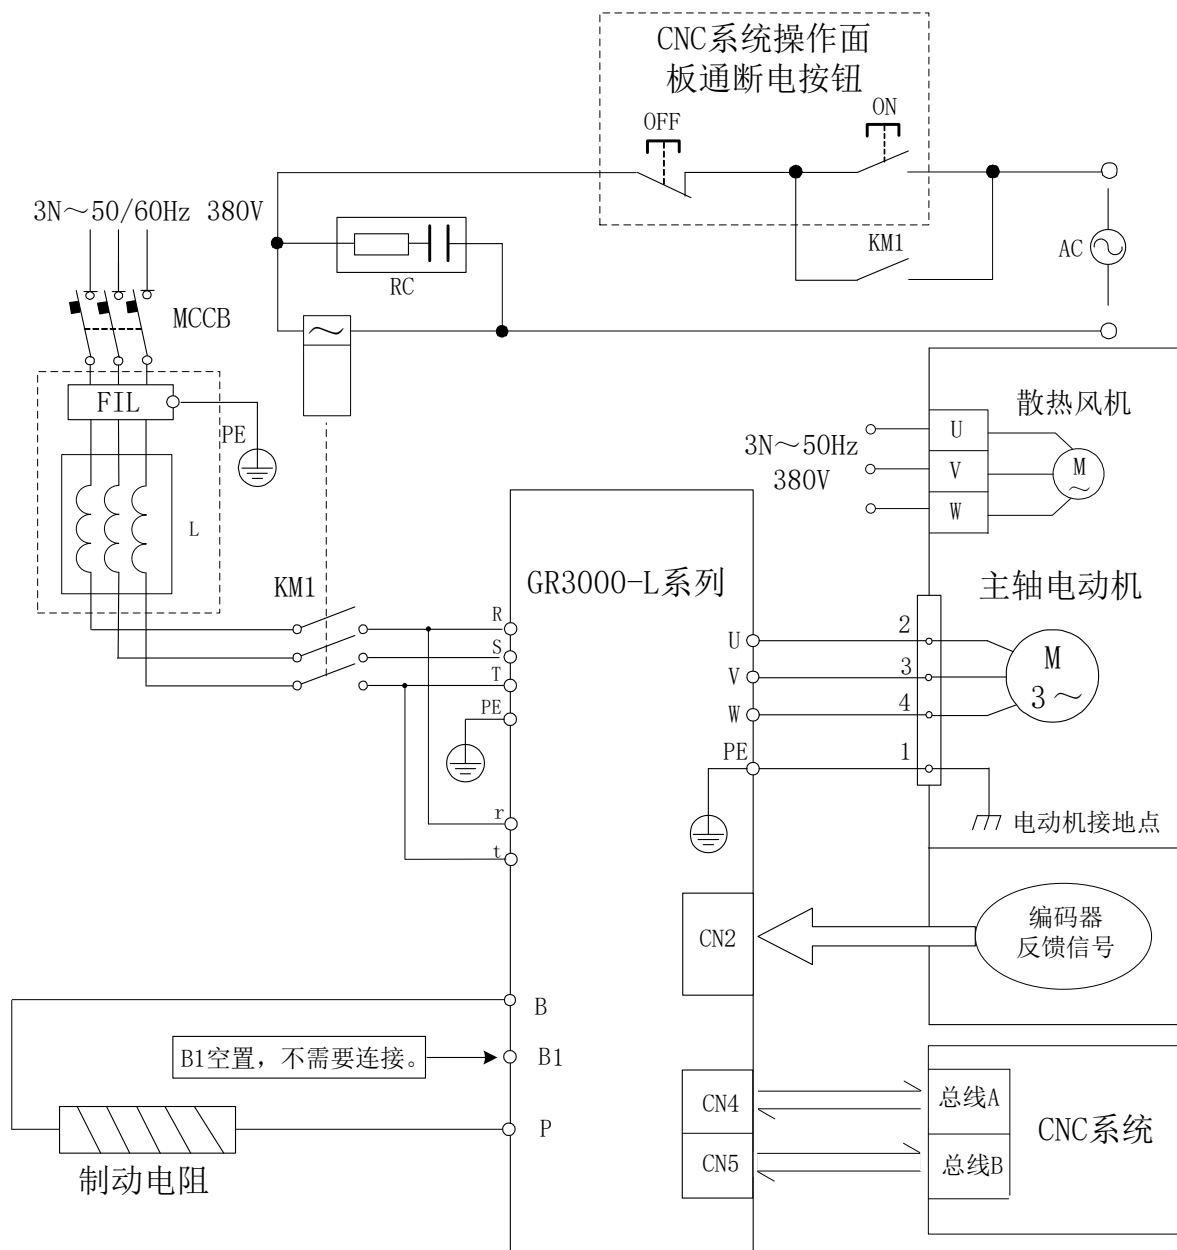

图 3-9 GR3000-L 系列产品配套交流异步主轴伺服电动机主回路接线图
- 如果用户参照图 3-9 接线,务必按照<附录 B>的描述,选择合适的断路器 MCCB。
- 图 3-9 不适用 GR3300-LA2/LS2 及 GR3450-LA2/LS2。